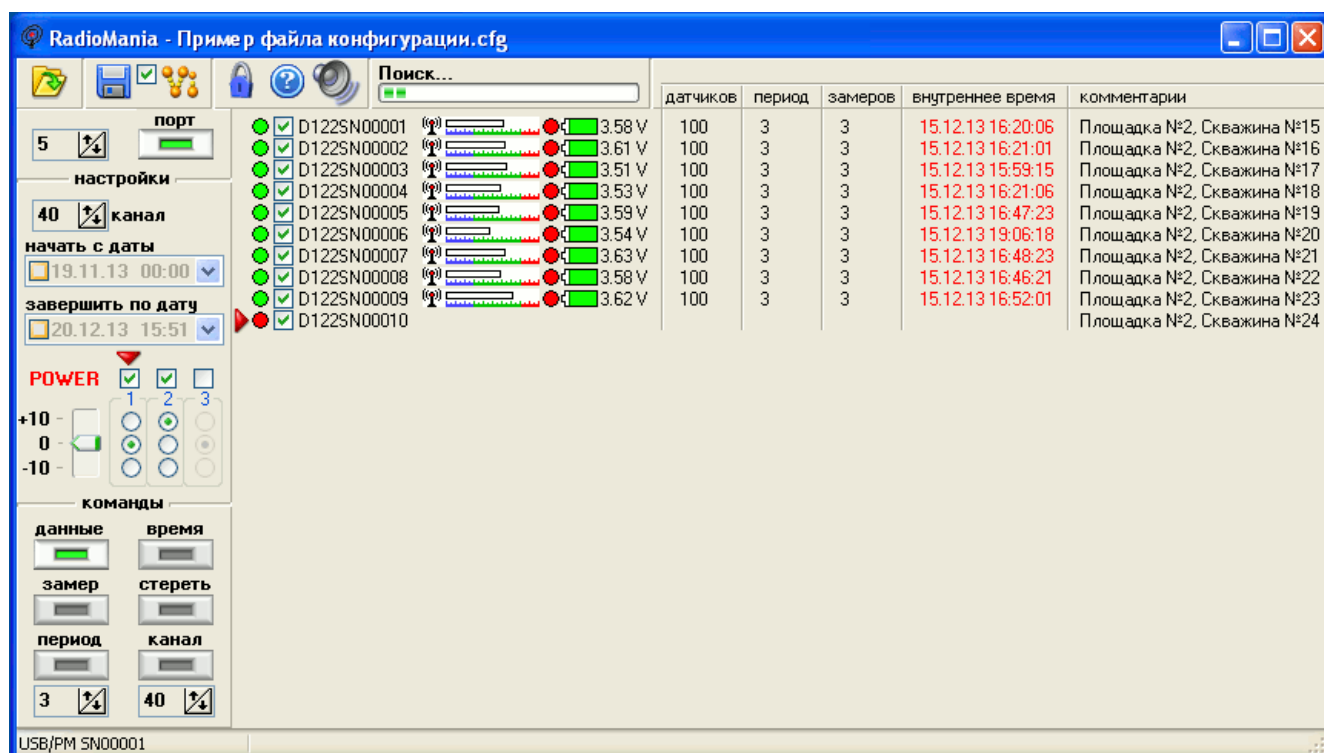

Рисунок 3 – ПО «RadioMania»
- запустить ПО «RadioMania» (рис. 3);